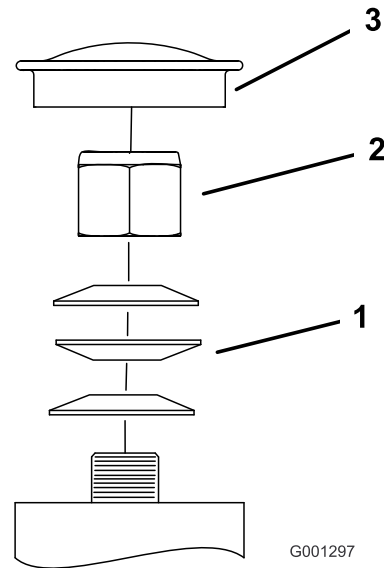

Figura 56
3. Retire el tapón anti-polvo de la rueda giratoria y apriete la contratuerca (Figura 56).
4. Apriete la contratuerca hasta que las arandelas de muelle estén planas, luego afloje 1/4 de vuelta para establecer la pre-carga correcta de los cojinetes (Figura 56).
- Importante:** Asegúrese de que las arandelas de muelle están correctamente instaladas, según muestra Figura 56.
5. Coloque el tapón anti-polvo (Figura 56).